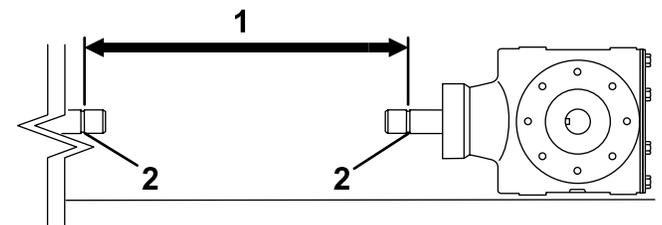

図 14
5. トラクタの PTO シャフト後端のロッキング溝からエアレータのギアボックスの PTO シャフトのロッキング溝からまでの距離を測定する 図 14。この距離を記録する。例 70 cm
7. 図 14 と 図 12 とのうち、小さい方の数値を、